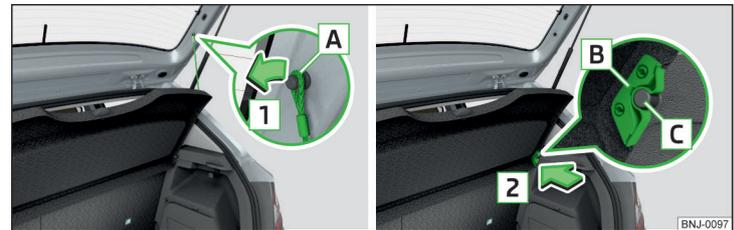

Abb. 91 Gepäckraumabdeckung ausbauen
- » Die Haltebänder **A** von der Klappe in Pfeilrichtung **1** aushängen » Abb. 91.
- » Die Aufnahmen **B** an der Abdeckung über die Bolzen **C** an der Seitenverkleidung stellen » Abb. 91.
- Die Aufnahmen **B** an der Abdeckung müssen vollständig an den Bolzen **C** an der Seitenverkleidung anliegen » Abb. 91.
Sind die Haltebänder **A** » Abb. 91 an der Gepäckraumklappe eingehängt, dann wird beim Öffnen der Gepäckraumklappe die Gepäckraumabdeckung mit angehoben.
Im vorderen Bereich müssen die Aufnahmen **B** » Abb. 91 auf Seite 89 an der Abdeckung vollständig in den Bolzen an der Seitenverkleidung einrasten. Im hinteren Bereich muss die Abdeckung auf beiden Seiten unter der Verrastung gesichert sein.